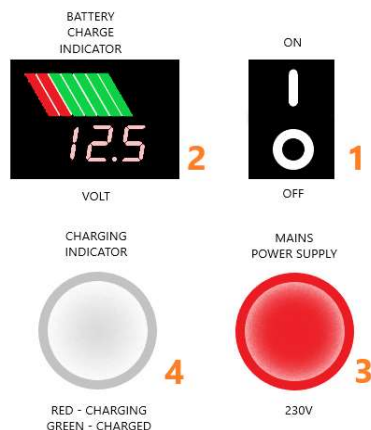

Fig. 5 Système d'alimentation - mode batterie.
1. Allumez le circuit d'alimentation avec l'interrupteur **ON/OFF** situé sur le boîtier (**Fig. 5 pos. 1**),
3. **Fig. 5 pos. 3** - le voyant indiquant que l'alimentation secteur est coupée;
4. **Fig. 5 pos. 4** - le voyant indiquant que la charge de la batterie est éteinte;
5. **Fig. 5 pos. 2** - le voltmètre indique le niveau de charge de la batterie.
Si le niveau de charge de la batterie passe en dessous de la couleur verte pendant l'assourdissement en mode batterie (**Fig. 5 pos. 2**), cela signifie que la batterie est